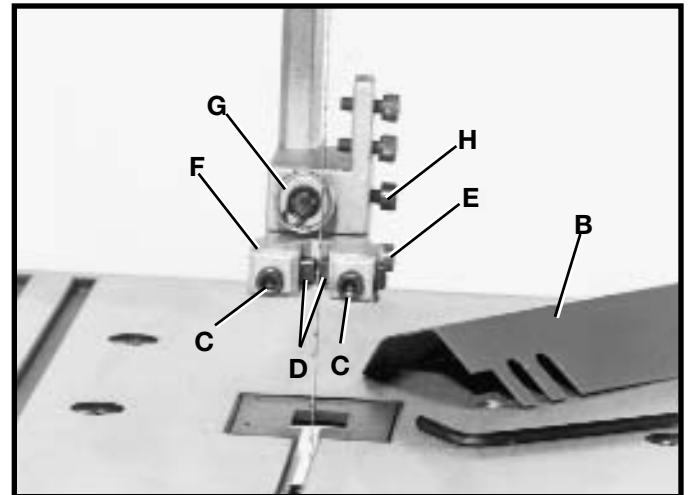
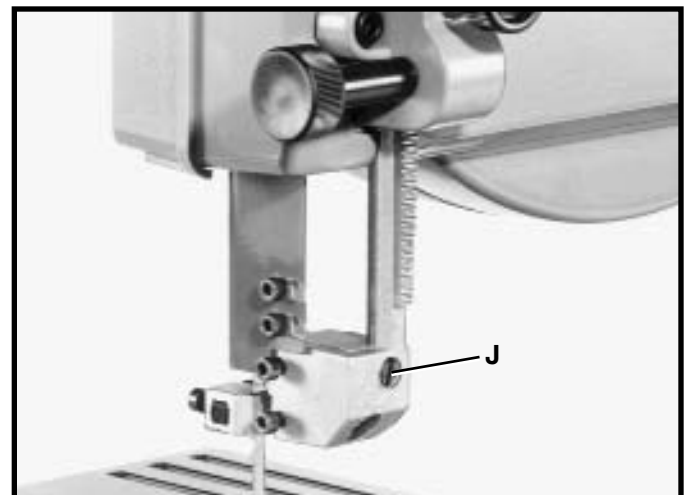

Fig. 22
Fig. 23
1. **AVISO:** Se muestra el protector de hoja superior (B) Fig. 22 desmontado para mayor claridad.
2. Afloje los dos tornillos (C) Fig. 22 y ajuste las guías de hoja (D) lo más cercanamente posible a los lados de la hoja de la sierra, teniendo cuidado de no constringir la hoja. Apriete entonces ambos tornillos (C).
3. Afloje el tornillo (E) Fig. 22 y mueva el soporte de guía (F) hacia adentro o hacia afuera hasta que el borde delantero de las guías (D) quede justo detrás de las "gargantas" de los dientes de la hoja. Apriete el tornillo (E).
4. El cojinete de apoyo de hoja superior (G) Fig. 22 impide que la hoja de la sierra sea empujada hacia atrás excesivamente durante el corte. El cojinete de apoyo (G) debe ser ajustado aproximadamente 1/32 pulg. detrás del borde posterior de la hoja, de manera que el borde posterior de la hoja pueda solapar el diámetro exterior del cojinete por aproximadamente 1/8 pulgada. Para ajustarlo, haga lo siguiente:
5. Afloje el tornillo (H) Fig. 22 y deslice el cojinete de apoyo (G) hacia adentro o hacia afuera hasta que esté aproximadamente 1/32 pulg. detrás del borde posterior de la hoja de la sierra. Apriete entonces el tornillo (H).
6. El cojinete de apoyo de la hoja superior (G) Fig. 22 está fijado sobre un eje excéntrico. Para cambiar la posición del cojinete (G), afloje el tornillo (H) Fig. 22, y utilizando un destornillador recto, gire el eje (J) Fig. 23 hasta que la hoja quede correctamente solapada sobre el cojinete de apoyo. Apriete entonces el tornillo (H).